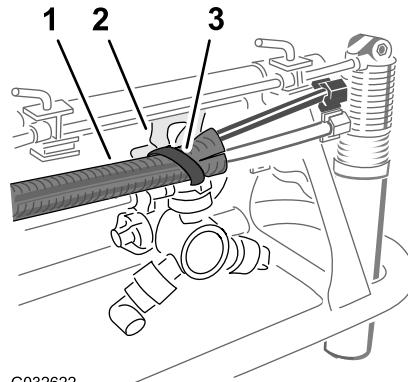

Рисунок 23
- Закрепите трубы в сборе в отверстии опоры сопла при помощи кабельной стяжки, как показано на Рисунок 23.